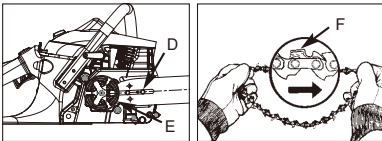

Bild. 3C
6. Platzieren Sie das geschlitzte Ende der Führungsleiste über den Leistenbolzen (D). Lassen Sie die Führungsleiste hinter die Kupplungs-Trommel (E) gleiten, bis die Führungsleiste stoppt. (Bild. 3C)